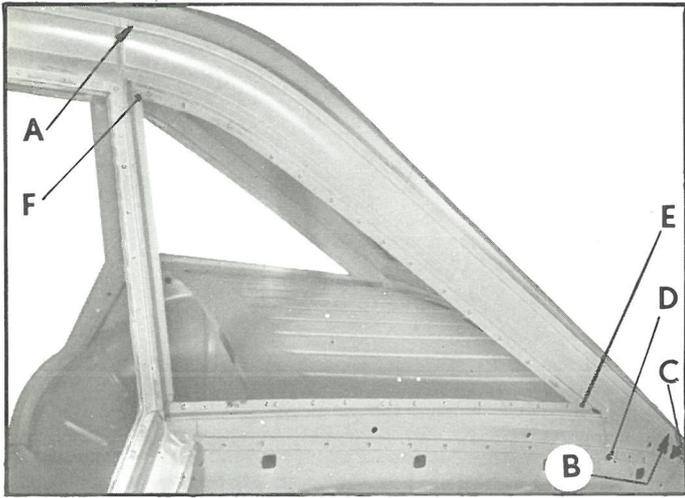

Fig. 1
- en O₁P₁ (fig. 1)
- en* AB (fig. 1) (côté tôle de custode)
- en* CD (fig. 1)
- en* EF (fig. 1)
- en* C (fig. 1)